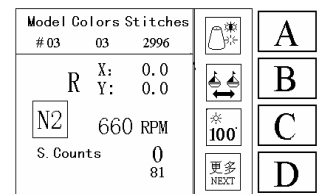
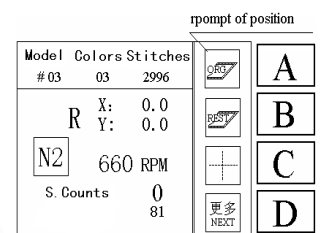
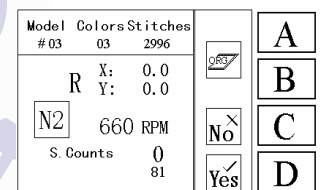

Fig. 7.7.2
Fig. 7.7.3
Fig. 7.7.4
2. Na Fig.7.7.1, pressione a tecla **D** para mostrar a Fig.7.7.2.
3. Na Fig.7.7.2, pressione a tecla **D** uma vez para mostrar a Fig.7.7.3.
4. Na Fig.7.7.3, pressione a tecla **A** uma vez para mostrar a Fig.7.7.4.
5. Na Fig.7.7.4, pressione a tecla **D**. O quadro se moverá automaticamente ao longo da margem da extensão do bordado. Após completar ele retornará à posição do ponto original, o qual será armazenado. Pressione a tecla **C** e retorne à tela da etapa 4 (Fig.7.7.3).